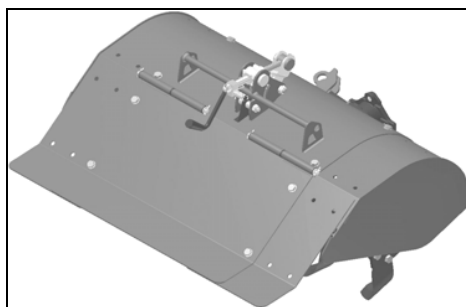

fig.8/1
- 2) Calzare l'attrezzo alla PTO della macchina (fig.8/13), e serrare forte i due dadi **A** di attacco alla PTO compresi i dadi **B** di fissaggio della prolunga o dell'attacco rapido se presenti.